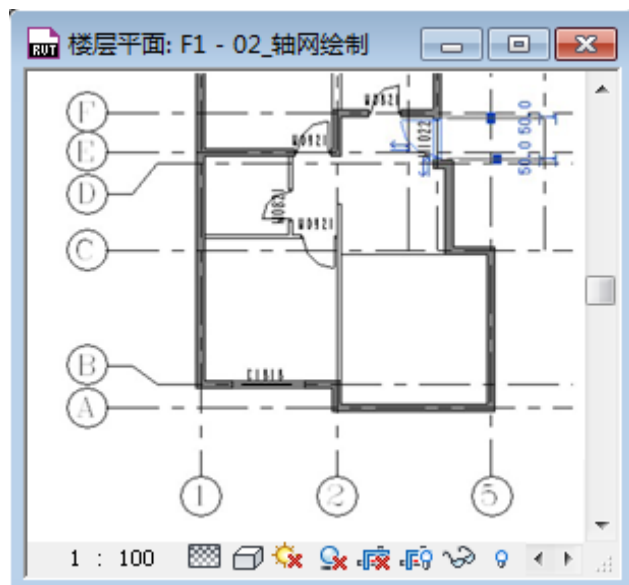

图 2-21
- 3) 同样的方法以“M\_单开门 M0821”为基础复制新的门类型“M1022”，并将门的高度设置为 2200，宽度设置为“1000”，并按下图中的位置放置“M1022”，通过临时尺寸标注修改该门据上方墙体的墙面距离为 50mm（如图 2-21 所示）。